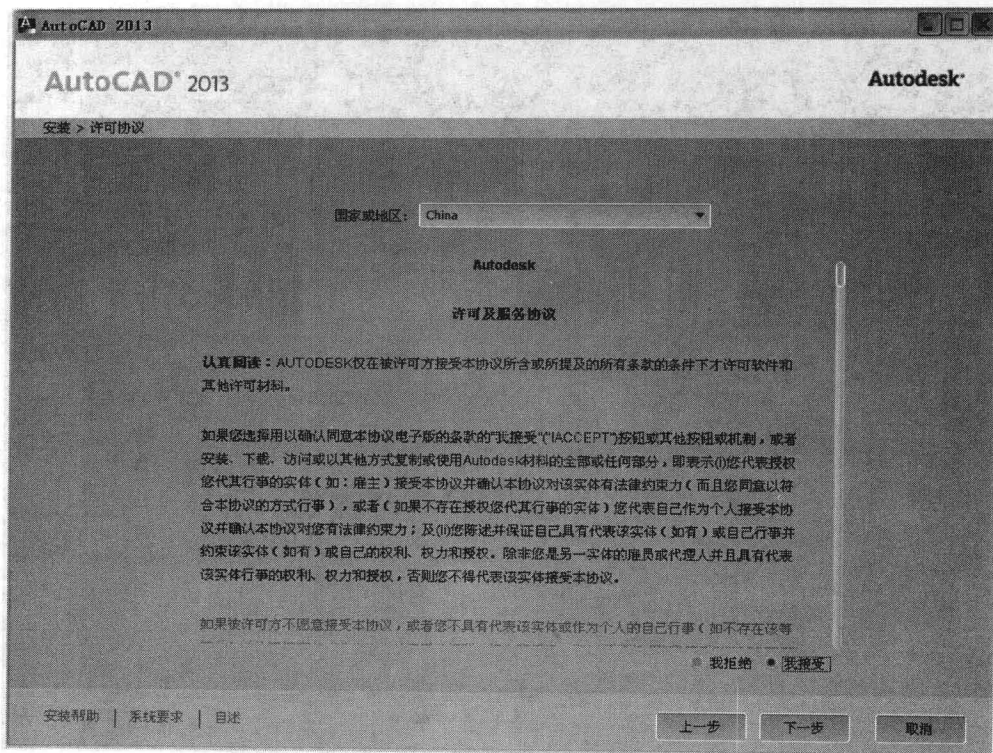

图 1-1-6 “许可协议”界面
⑥ Microsoft .NET Framework4 更新完成后，弹出 AutoCAD2013 “安装”许可协议”界面，阅读完许可协议之后，单击“我接受”单选按钮，再单击“下一步”按钮，如图 1-1-6 所示。